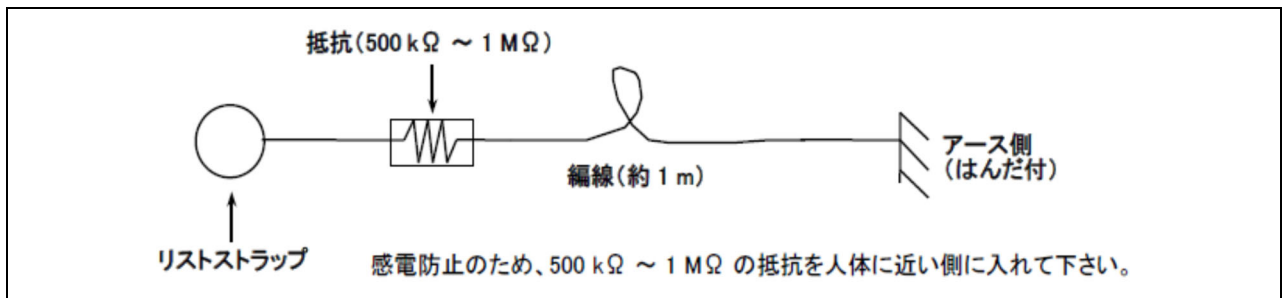

図 15 人体アース例
- (1) 半導体デバイスを取扱う場合は人体アースを取って下さい。人体アースの例を図 15 に示します。